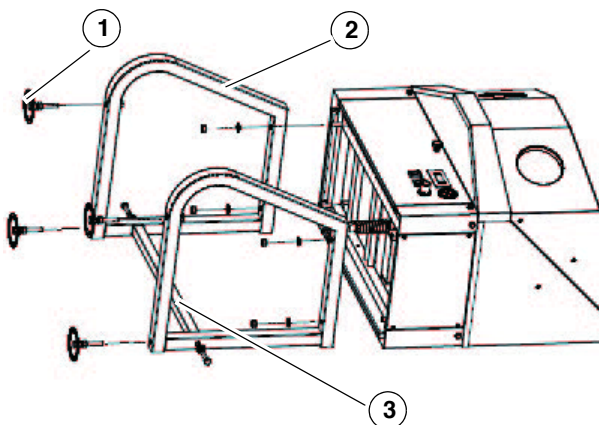

Abb. 5: Montage Teilwaschgerät TWG 1 H
7.1 Montage (Abb. 5)
Schritt 2: Die zwei Stützbeine (Pos. 2, Abb. 5) mit den beiliegenden Schrauben (M8x16), Distanzscheiben und Muttern am Gehäuse anschrauben.
Schritt 3: Die Beinstreben (Pos. 3, Abb. 5) mit 2 M10-Schrauben und Unterlegscheiben an den Stützbeinen befestigen.
Schritt 4: Die 4 Fußstützen (Pos. 1, Abb. 5) an der Unterseite der Stützbeine montieren.